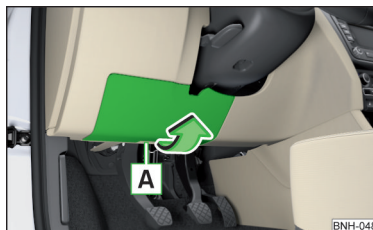

Abb. 175
- Die Abdeckung des Sicherungskastens im Bereich **A** fassen und in Pfeilrichtung abnehmen » Abb. 175.